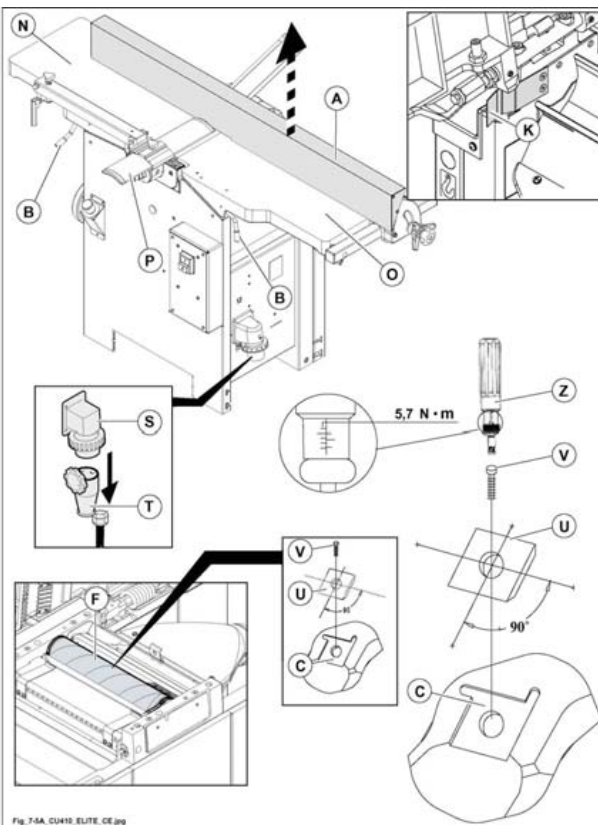

Fig. 7.5
Alzare al massimo della sua corsa la protezione a ponte (P fig. 7.5).
togliere la guida filo (A fig. 7.5) dal piano.
- Allentare le leve (B fig. 7.5) e sollevare la pialla a filo uscita (N fig. 7.5) e poi la pialla filo entrata (O fig. 7.5) (l'apertura della pialla (N fig. 7.5) aziona un micro che impedisce l'avviamento della macchina).
accertarsi che il bloccaggio (K fig. 7.5) apertura piano sia correttamente posizionato.
- Ruotare l'albero pialla (F fig. 7.5) fino a portare la placchetta da sostituire in una posizione facilmente raggiungibile.
Svitare la vite di fissaggio (V fig. 7.5) ed estrarre la placchetta utensile (U fig. 7.5).
Pulire la superficie di appoggio (C fig. 7.5) per evitare che un accumulo di polvere faccia spessore.
Inserire la vite di fissaggio (V fig. 7.5) ed utilizzare una chiave dinamometrica (Z fig. 7.5) per serrarla.